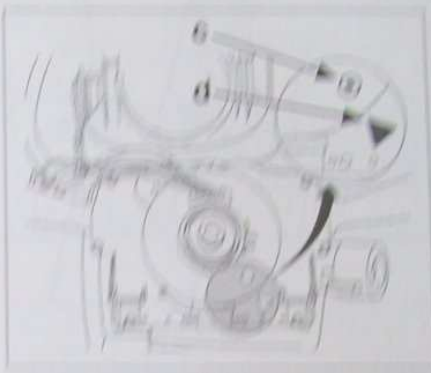

FIG. 5
Tourner sans forcer le contacteur tournant jusqu'à lire le chiffre (0) au travers de l'ouverture (c). L'ouverture (c) du contacteur tournant doit être face à l'index (d) (fig. 5).